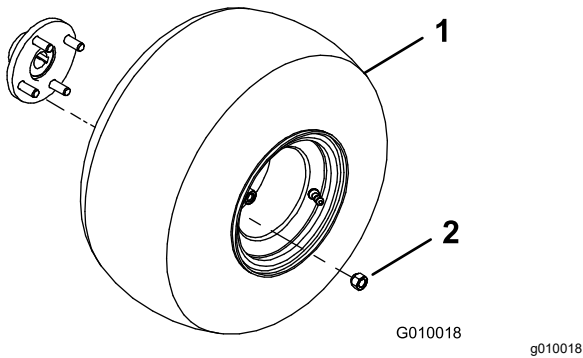

Bild 3
2. Montieren Sie ein Rad auf der Hinterradnarbe (**Bild 3**).
3. Setzen Sie die Radmuttern (**Bild 3**) ein und ziehen sie mit 61-75 N·m an.